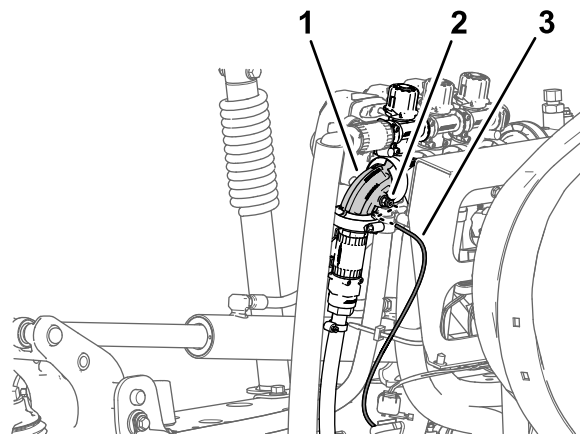

Рисунок 28
1. Нажмите на запорное кольцо соединительной муфты трубки в прямоугольном колене клапана правой секции опрыскивателя (Рисунок 28).
2. Вытяните трубку датчика давления для манометра на приборной панели из соединительной муфты (Рисунок 28).